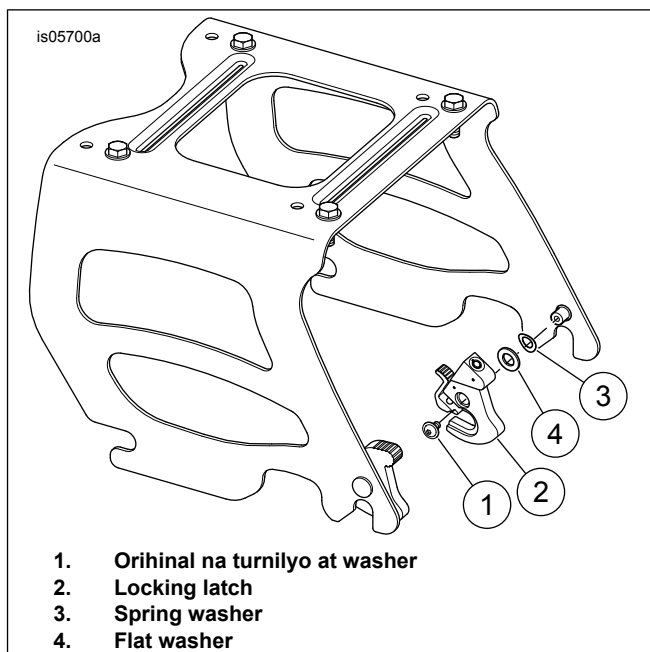

Figure 5. Pagkakabit ng Panloob na Kanan
- Tingnan ang Figure 5 . Alisin ang kanang non-locking latch at itapon.
- Ikabit ang flat washer (4) mula sa kit sa ibabaw ng spring washer sa kanang mounting hub.
- Ikabit ang orihinal na turnilyo at washer (1).